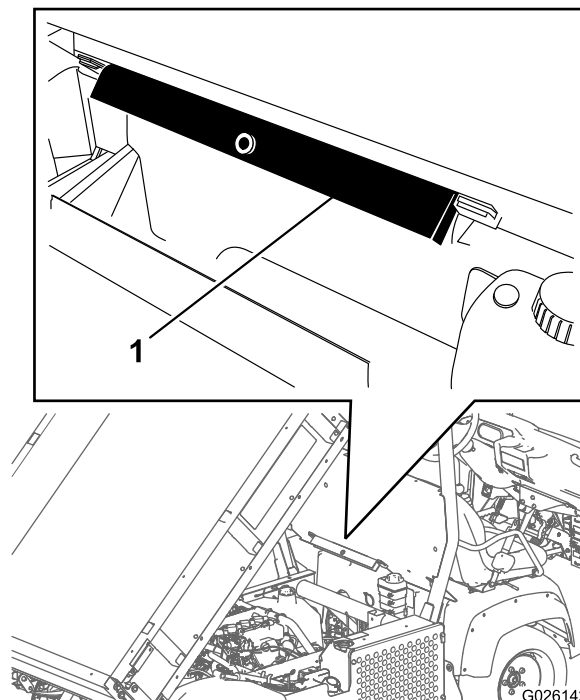

Figura 1
2. Retire o suporte da plataforma dos suportes existentes na parte de trás do painel do sistema ROPS (Figura 1).